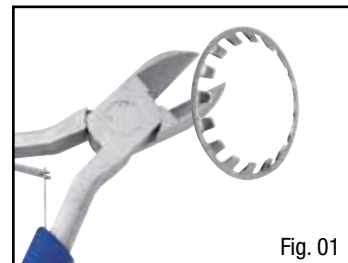

Fig. 01
- C) Couper la rondelle de Belleville B à l'aide d'une petite pince coupante à bec (Fig. 01) du commerce et la remplacer par une rondelle neuve.
- C) Den Federring B mit einer handelsüblichen kleinen Blechschere durchschneiden (Abb. 01) und durch einen neuen Federring ersetzen.